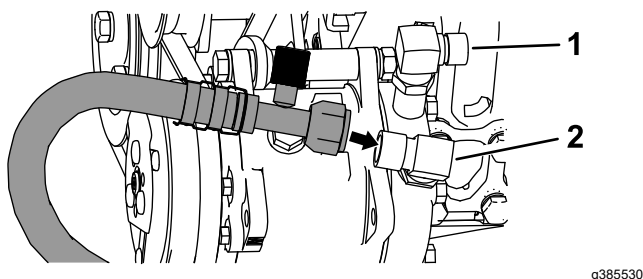
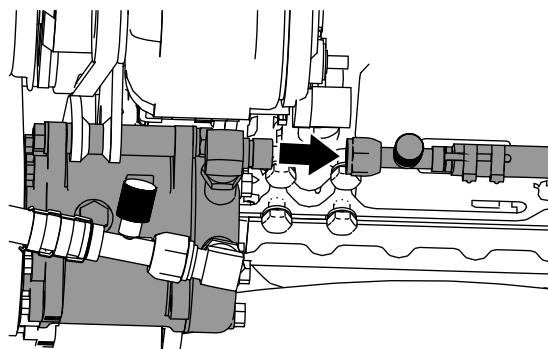

Figure 40
Figure 41
Remarque: Vérifiez que les raccords sont montés à l'angle indiqué à la Figure 40 et la Figure 41.
1. Branchez le flexible basse pression de la climatisation (7/8") entre la cabine et le raccord à angle droit (7/8"), comme montré à la Figure 40.
3. Branchez le flexible haute pression de la climatisation (3/4") entre la cabine et le raccord à angle droit (3/4"), comme montré à la Figure 41.